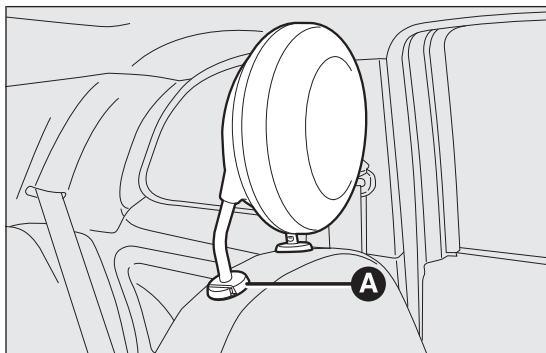

fig. 21
**Réglage vers le bas :** appuyer sur la touche A fig. 21 et baisser l'appui-tête.